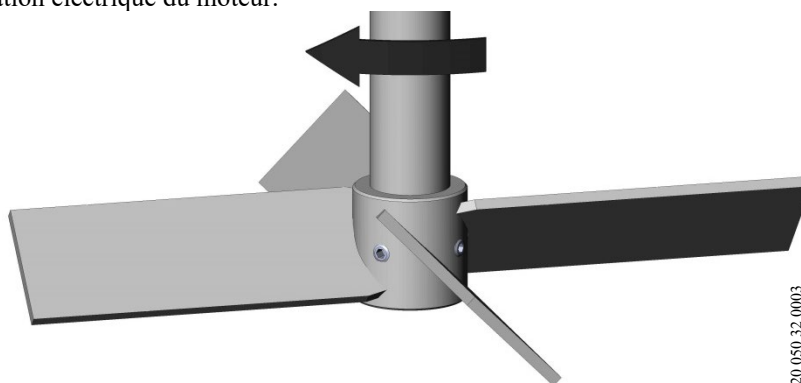

Figure 6.1
- Vérifiez que le sens de rotation de l'hélice est adéquat (sens de rotation vu du côté de l'entraînement). Voir la figure 6.1.